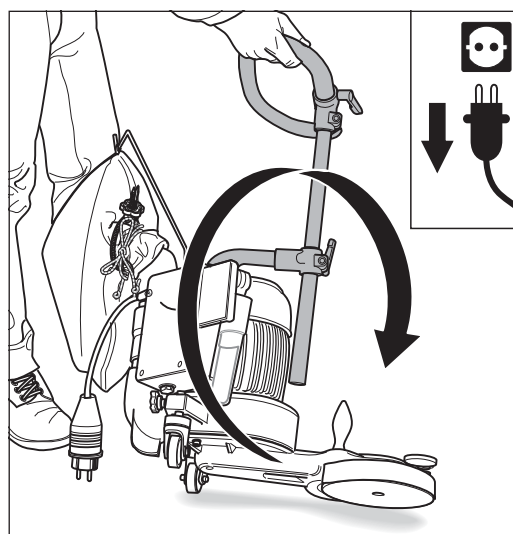

Abb. 67 Die UNICO auf die **linke** Seite kippen und vorsichtig auf dem Boden ablegen.
- 2 Greifen Sie an den Haltebügel, kippen Sie die Maschine auf die **linke** Seite (Abb. 67) und legen Sie sie vorsichtig auf dem Boden ab.